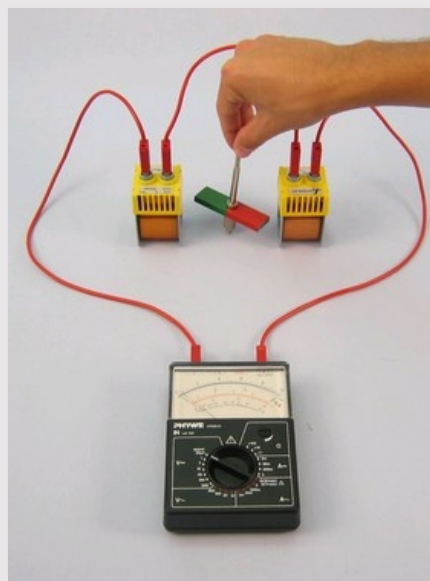

Рис. 2
- Міцно прикрутіть магніт до поворотного штока. Помістіть магніт між двома котушками так, щоб його полюси знаходилися на відстані приблизно 1 см від котушок (див. рис. 2).